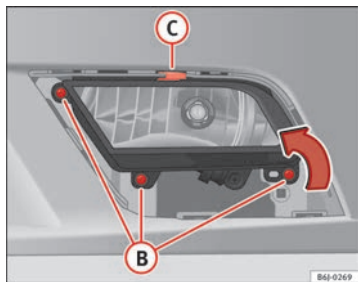

Fig. 160 Faro fendinebbia
- Rimuovere le viti (3x) ⇒ fig. 160 (B) per estrarre il faro fendinebbia.
- Rimuovere la graffa metallica situata nella parte superiore del faro fendinebbia tirando verso l'esterno ⇒ fig. 160 (C).